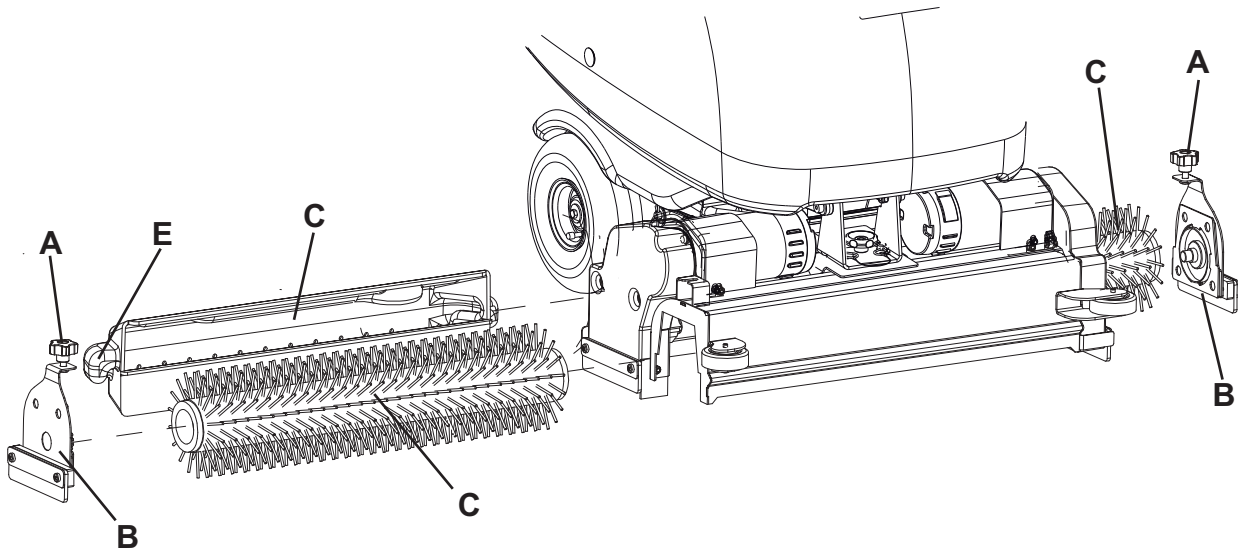

Abbildung 3
1. Zündschlüssel (80) in Stellung I drehen.
2. Schalter (71) betätigen und Zylinderbürstenkopf anheben.
3. Zündschlüssel (80) in Stellung 0 drehen.
4. Sterngriffe (A, Abb. 3) aufdrehen. Durch Drücken auf die Sterngriffe Abdeckungen (B) nach unten abnehmen.
5. Zylinderbürsten (C) einschieben.